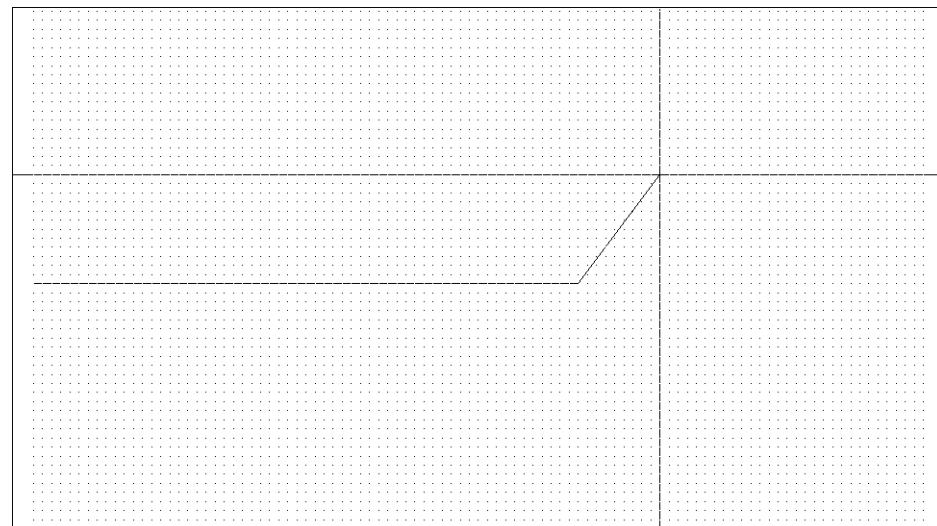

Рис. 3.10 ▼ Первая габаритная линия рабочей зоны детской комнаты
4. Продолжайте перемещать указатель-перекрестье по горизонтали вправо до тех пор, пока значение координаты не станет равным 3000.0<0.00. Щелкните в этой точке, и AutoCAD создаст линию, обозначающую длину рабочей зоны детской комнаты (рис. 3.10).